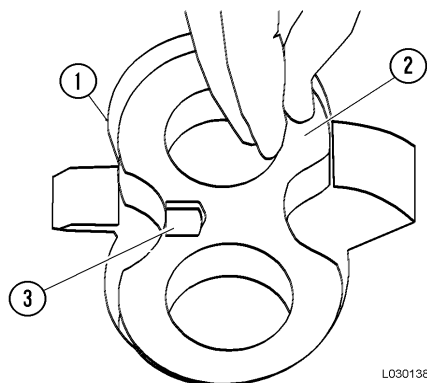

FIGURA 3-13. MONTAJE DE LA PLACA DE PRESIÓN
11. Con el lado de bronce hacia arriba y con la cara de la ranura fresada hacia el lado de descarga, deslice la placa de presión (2, Figura 3-13), dentro de los agujeros del engranaje hasta que se asiente en el anillo de respaldo y en la junta tórica. No force la placa a bajar a los agujeros del engranaje. Si cuelga en el camino hacia abajo, haga que trabaje para atrás y adelante hasta que las láminas entren libremente en el lugar.